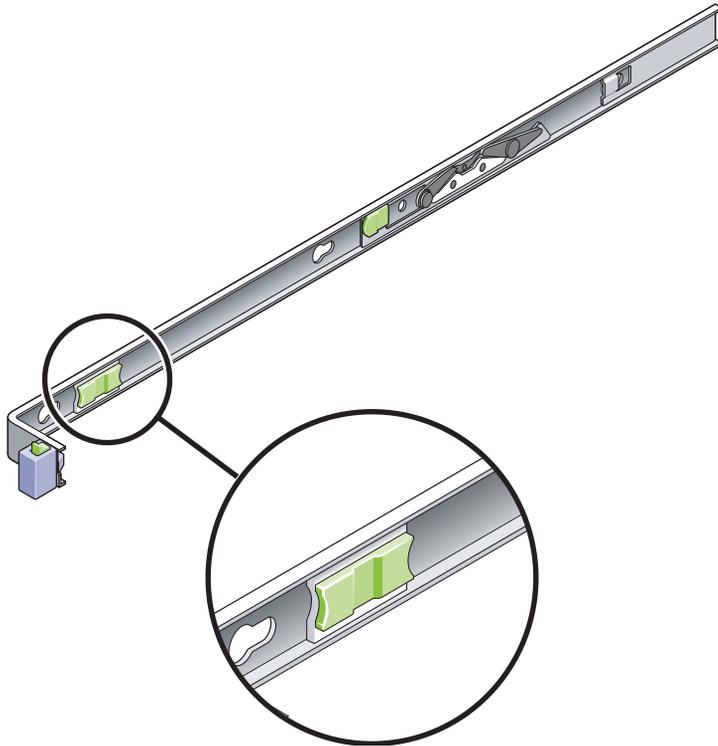

FIGURA 2-14 Pestillo para desbloquear las guías
6. Presione al mismo tiempo los dos pestillos de desbloqueo de las guías (FIGURA 2-14) y deslice el servidor hasta el fondo del bastidor.